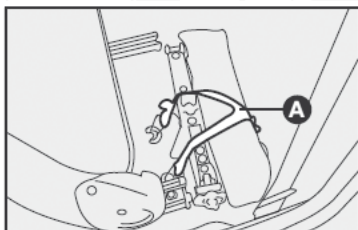

fig. 9
- Levante el asiento del conductor y suelte la cinta elástica A-fig. 9 que sujeta la bolsa portaherramientas y triángulo reflejante (si así está equipado).